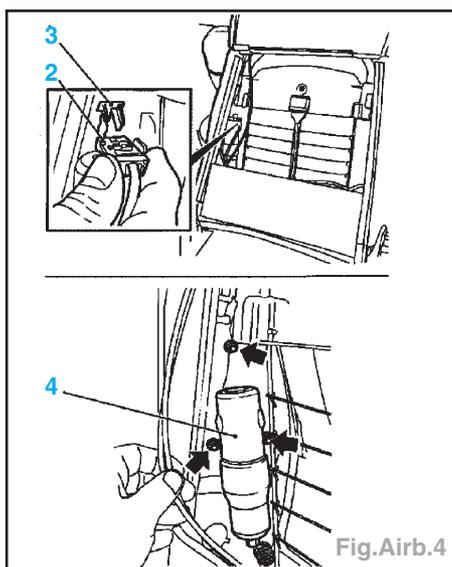

Fig.Airb.4
- Déverrouiller la fiche (3) et dégager le faisceau (2), déposer les 3 écrous (flèches) et l'unité d'airbag (4) (Fig.Airb.4).